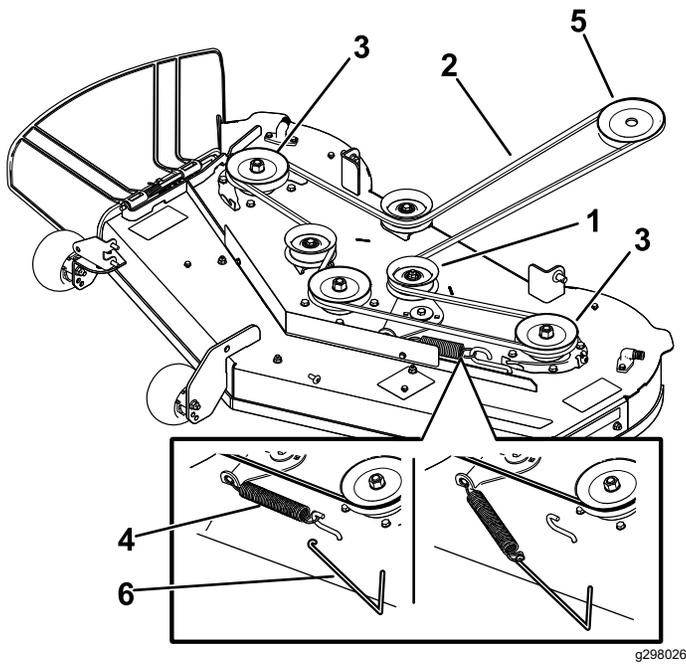

Figure 53
5. À l'aide d'un outil de dépose de ressort (réf. Toro 92-5771), décrochez le ressort du crochet sur le tablier pour détendre la poulie de tension et déchaussez la courroie des poulies (Figure 52 ou Figure 53).
6. Acheminez la courroie neuve autour de la poulie du moteur et des poulies du tablier de coupe (Figure 52 ou Figure 53).
7. À l'aide d'un outil de dépôt de ressort (réf. Toro 92-5771), accrochez le ressort au crochet situé sur le tablier, afin d'exercer une tension sur la poulie de tension et la courroie du tablier de coupe (Figure 52 ou Figure 53).